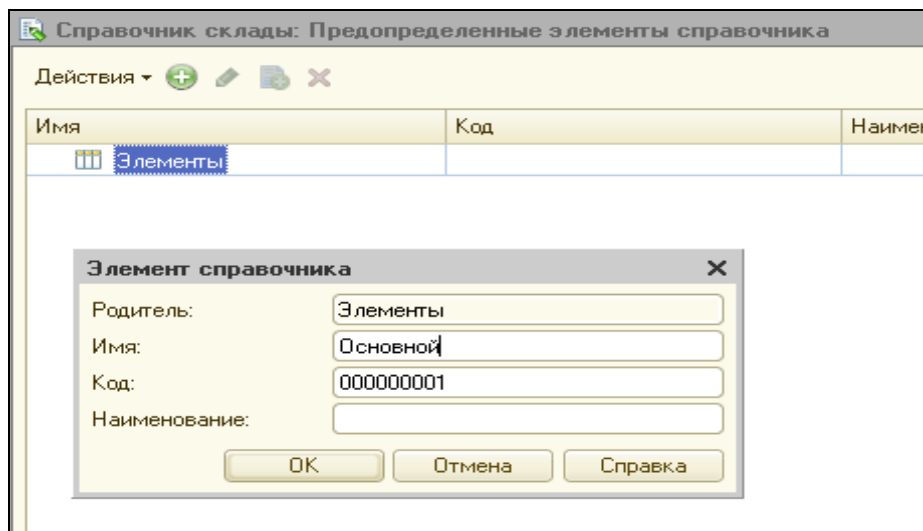

Рисунок 1.17 Создание предопределенного элемента справочника Склады
30. Перейти на закладку **Прочее**. Нажать на кнопку **Предопределенные**. К списку предопределенных элементов добавить **Основной** (рис.1.17)